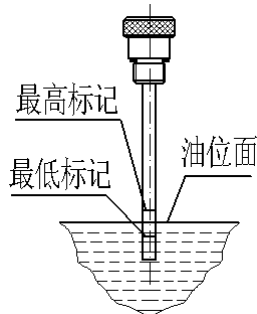

图 22
c.油位孔为油尺,油的位置必须在油尺的最高标记与最低标记之间(如图 22)。